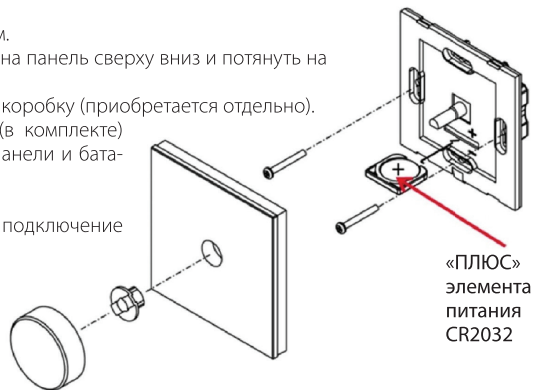

Рис.2. Крепление панели и установка элемента питания.
- Установите контейнер с батареей CR2032 (в комплекте) в отсек согласно обозначению на корпусе панели и батарее (см. Рис.2).